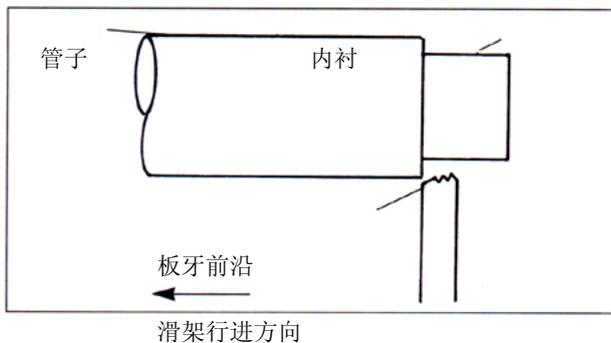

图 19—螺纹梳刀的前沿与管子齐平
5. 将滑架手轮向管子方向移动，直到板牙的前沿与管子齐平（图 19）。